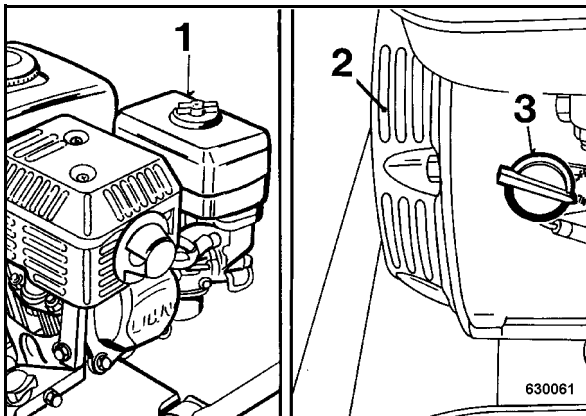

рис. 25
- Не направлять струю воды непосредственно в воздушный фильтр / карбюратор 1 (рис. 25), стартер / устройство засасывания воздуха (2) и сигнальную лампу масла / выключатель зажигания (3).